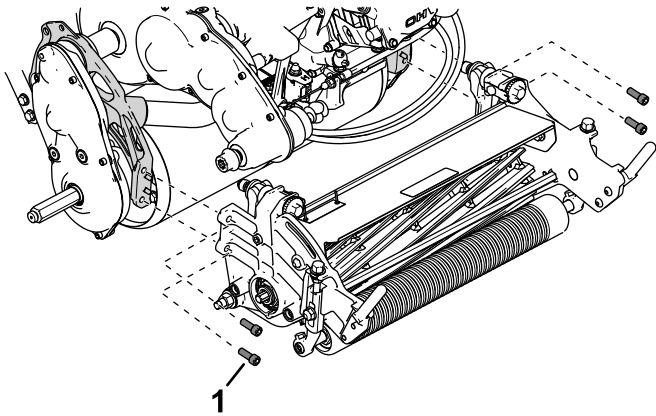

Figura 44
5. Usate le 4 viti a esagono incassato per fissare l'apparato di taglio al telaio (Figura 44).